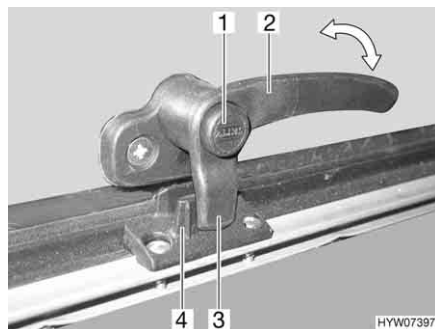
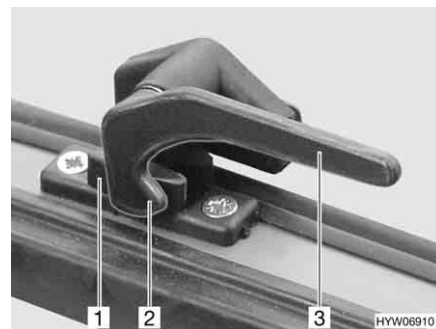

Bild 51 Låsarm med låsknapp i läget "stängd"
Bild 52 Låsarm i läget "stängd"
- Tryck på låsknappen (Bild 51, 1) om sådan finns och håll den nedtryckt.
- Sväng låsarmen (Bild 51, 2 eller Bild 52, 3) ett kvarts varv mot fönstrets mitt.
- Sväng låsarmen (Bild 51, 2 eller Bild 52, 3) ett kvarts varv mot fönsterkarmen. Låsspaken (Bild 51, 3 eller Bild 52, 2) på låsarmen sitter helt på fönsterlåsets insida (Bild 51, 4 eller Bild 52, 1).
- I läget "helt stängt" (Bild 51 och Bild 52)